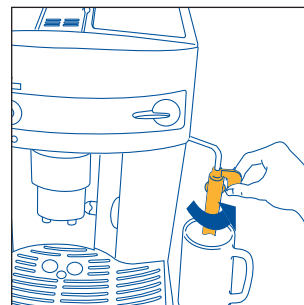
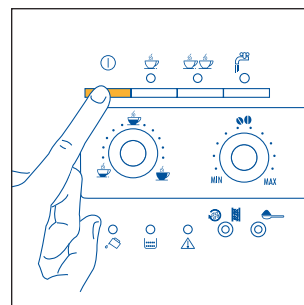
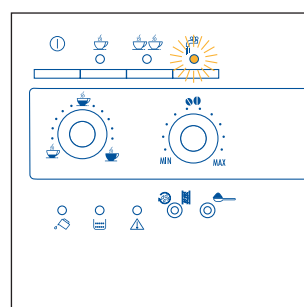

Fig. 3
Fig. 4
Fig.22
2. Drej cappuccino adapteren udad og anbring en kop under den (fig.3) og tænd maskinen ved at trykke på tast  (fig.4).
- Drej cappuccinoadapteren udad (fig. 3).
- Anbring en beholder under cappuccinoadapteren (fig. 3).
- Anbring en tom beholder under cappuccinoadapteren (fig. 3). Drej dampknappen en halv omgang i retning mod uret så den drejes helt i bund (kontrollampen  $\text{☀}$  begynder at blinke fig. 22). Lad vand blandet med damp løbe ud i nogle sekunder indtil der kun kommer damp ud.